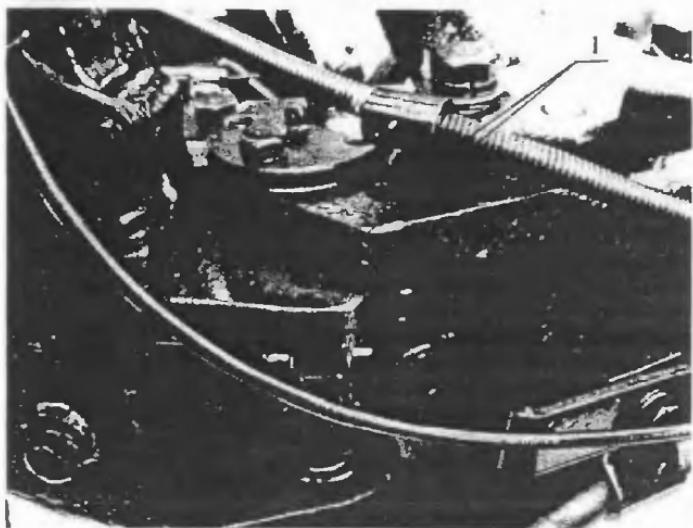

Рисунок 7 – Шарнирное соединение рамы
- a) Совместите отверстия 1 (рисунок 7) на раме трактора.